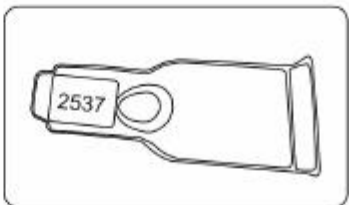

рис. 7
- на каждом прижиме имеется наклейка с информацией о месте его установки (рис. 7).